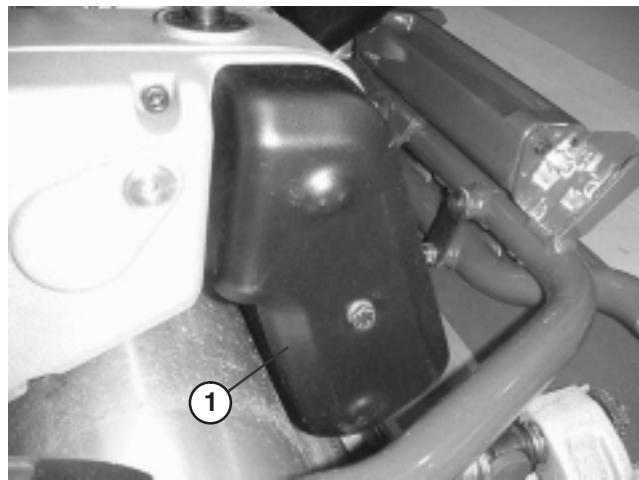

Bild 40
1. Nehmen Sie die Befestigungsschrauben der Riemenabdeckung und die Riemenabdeckung ab, um den Riemen zugänglich zu machen (Bild 40).